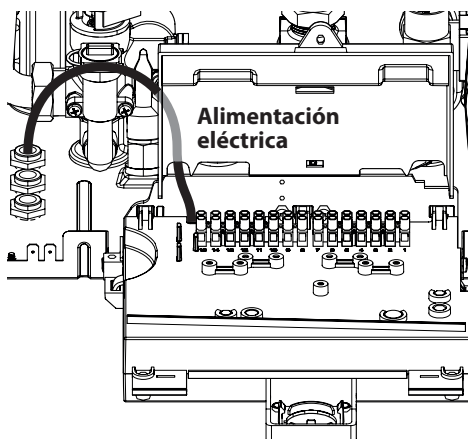

Figura 5.21
- Conecte el cable de alimentación eléctrica al interruptor omnipolar respetando la correspondencia de la línea (hilo marrón) y del neutro (hilo azul claro) Figura 5.21.